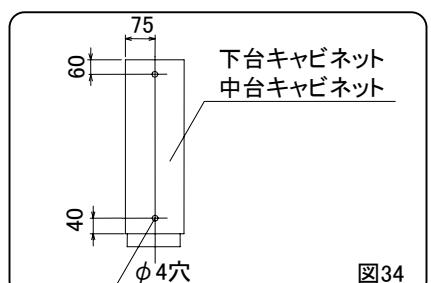

図34
- ②下台キャビネットの天板の所定位置に中台キャビネット連結用の下穴(Φ4穴)を加工してください。(図34)
- ③中台キャビネットの天板の所定位置に上台キャビネット連結用の下穴(Φ4穴)を加工してください。(図34)